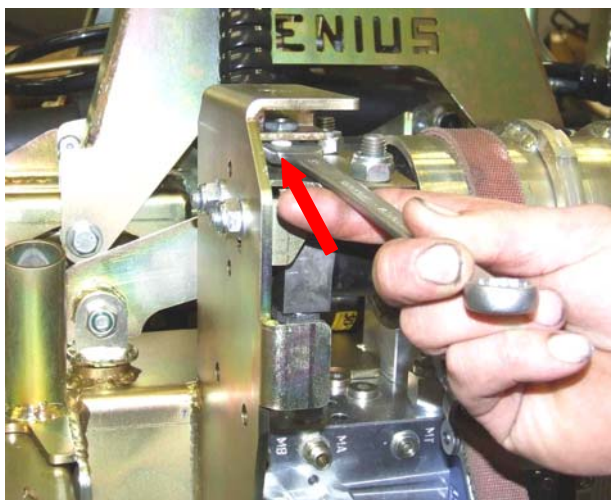

Fig.11
11. Säädä väli alemmasta ruuvista niin, että rumpu tulee hieman alaspäin → Fig. 11
**HUOM:** Säätöjen pitää olla identtiset oikean puolen säätöjen kanssa (ks. Fig. 11)